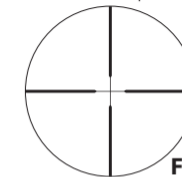
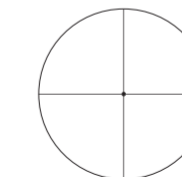
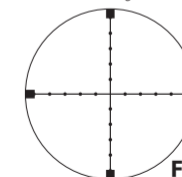

Fig. 3-5
Fig. 3-6
Fig. 3-7
(2) Mise au point
- ① Regardez dans l'oculaire, l'œil placé à 10 cm environ (4 pouces) de la lentille oculaire, pour voir le réticule BDC (Fig. 3-4), le réticule Duplex (Fig. 3-5), le réticule à croisée de fils fins avec point (Fig. 3-6) ou le réticule Mil-Dot (gradué en milliradians) (Fig. 3-7). Assurez-vous que votre œil est correctement aligné et positionné à la bonne distance, afin d'éviter que votre vue soit "bouchée".
- ② Pointez l'objectif de la lunette vers le ciel (mais PAS en direction du soleil) ou vers un mur de couleur unie.
- ③ Faites tourner la molette de réglage du viseur dans le sens inverse des aiguilles d'une montre puis dans le sens des aiguilles d'une montre, jusqu'à ce que le réticule apparaisse net.
(3) Grossissement
Tout en tenant la tourelle avec les doigts pour éviter de fausser l'alignement de la bague graduée, dévissez dans le sens inverse des aiguilles d'une montre la vis située en haut de la tourelle à l'aide de la clé hexagonale fournie ① jusqu'à ce qu'elle sorte. Retirez ensuite la tourelle (Fig. 3-5).